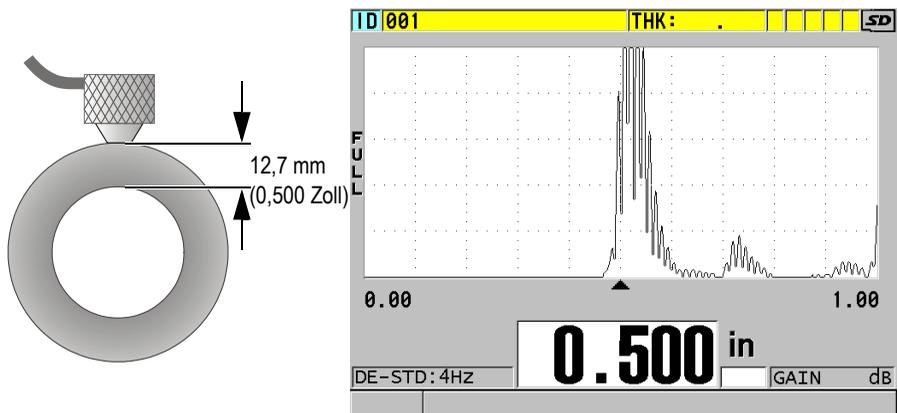

Abbildung 5-9 Ankoppeln eines Sender-Empfänger-Messkopfs und Anzeige des Messwerts
2. Koppeln Sie die Kontaktfläche des Messkopfs mit mittlerem bis festem Druck an die zu messende Fläche an, halten Sie dabei den Messkopf so gerade wie möglich auf der zu messenden Fläche (siehe Abbildung 5-9 auf Seite 88).